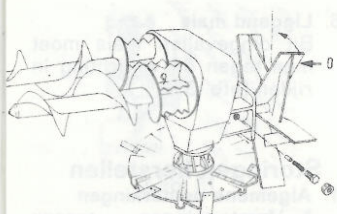
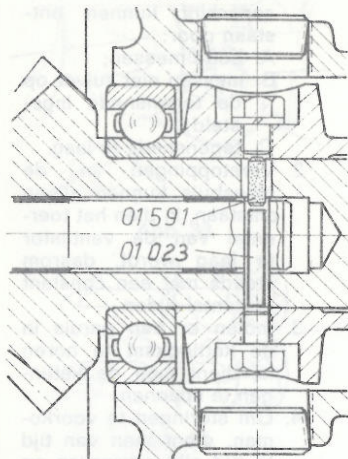

Abb. 38
Abb. 39
Um das Getriebe, Abb. 38, vor diesen Überlastungen zu schützen, ist ein Abscherstift vorgesehen, siehe Abb. 39.
- e) Anschließend wird in der gleichen Weise der Kunststoffstift eingesetzt. Kunststoffstift muß in größerer Bohrung liegen, siehe Abb. 39.
In order to protect the transmission (Fig. 38) against this hazard, a shear pin (see Fig. 39) has been incorporated.
- b) Turn butterfly nut in blower housing until the mark (O) is pointing upwards (Fig. 39 a).
- c) Remove shear pin by means of the drift supplied (Fig. 39 b); on no account exert force. If the pin refuses to move, turn auger until pin and hole are adjacent.
- d) The new shear pin (steel) is inserted from the righthand side, in direction of travel (Fig. 39 c).
- e) Then the plastic pin is inserted in the same way; note that this pin must be in the large bore (Fig. 39).
Pour protéger la transmission de la fig. 38 contre ces surcharges, une goupille de cisaillement (ou boulon de sûreté) a été prévue, voir fig. 39.
- d) La nouvelle goupille de cisaillement (en acier) est introduite de droite à gauche (fig. 39 c) en regard
A causa di un intasamento o di vorpi estranei vi è la possibilità di sovraccarico alle ruote elicoidali. Per proteggere l'ingranaggio della fig. 38 da questi sovraccarichi è stata prevista una spina a taglio (fig. 39).
- e) Quindi inserire nello stesso modo la spina di plastica. La spina in plastica deve trovarsi nel foro più grande (fig. 39).
Om de transmissie, afb. 38, tegen zulke overbelastingen te beveiligen, is deze van een zekeringsspen voorzien, die bij overbelasting breekt (afb. 39).